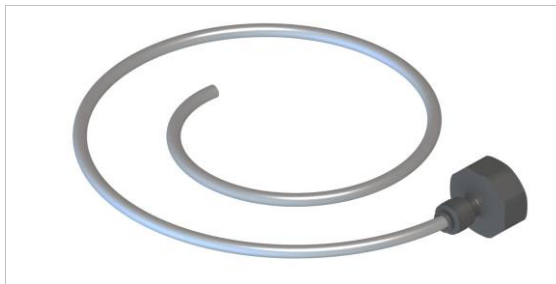

Bild 7.4.5.1.1: Spülset zum Anschluss an den Wasserhahn (3/4“)
Verwenden Sie das Spülset (Bild 7.4.5.1.1) zum Spülen des Druckbehälters (Spülset im Lieferumfang enthalten).
2. Wartungsschlauch (Bild 7.4.5.1.2) an den Anschlussstutzen am Kugelhahn anschließen.